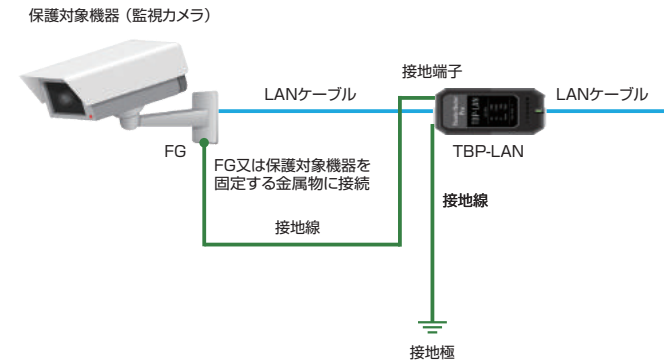
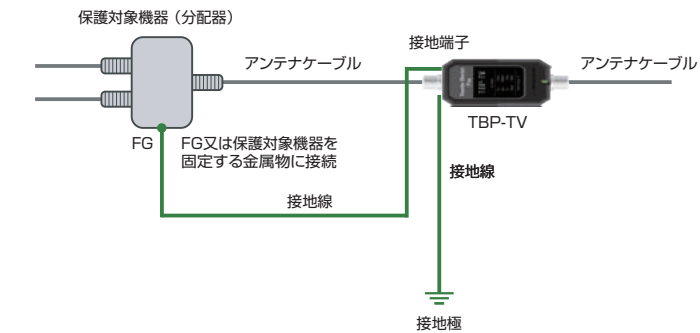
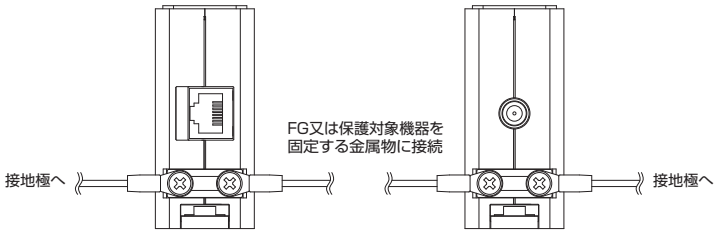

図7 PoE機器を保護する場合の使用例
図11 TVアンテナケーブルのみの機器を保護場合の使用例
図13 接地線の接続例
(2) PoE (パワーオーバーイーサネット) 機器の雷保護
図7のようにLANケーブルをLAN用SPD接続し、LAN用SPDから保護対象機器 (図では監視カメラ) 間をLANケーブル (UTP又はSTP) で接続します (この間のLANケーブルは付属しません。市販のLANケーブルをご使用ください) 。LAN用SPDの接地端子を、2mm²の接地線にて、接地極 (D種接地) または保護対象機器を固定する金属物に接続します。保護対象機器に接地端子 (FG) がある場合、LAN用SPDの接地端子と保護対象機器の接地端子とを接地線にて接続してください。保護対象機器に接地端子 (FG) はないが、STPケーブル対応 (シールド付きRJ45コネクタを有する) 機器の場合、LAN用SPDと保護対象機器とを接続するLANケーブルをSTPとすることで、接地線にて接続した場合と同等の効果が得られます。
図11のようにアンテナケーブルをTV用SPD接続し、TV用SPDから保護対象機器 (図では分配器) 間をアンテナケーブルで接続します (この間のケーブルは付属しません。市販のケーブルをご使用ください) 。TV用SPDの接地端子を、2mm²の接地線にて、接地極 (D種接地) または保護対象機器を固定する金属物に接続します。保護対象機器に、接地端子がある場合、TV用SPDの接地端子と連結してください。
- 図7および図11に示す使用例や、異なる形状のSPDと接地を連結する場合など、本製品に接地線を接続する場合、M4の圧着端子を使用して、本製品の接地端子に接続してください (図13参照)。接地線が5.5mm²の場合は、幅9.0mm以下の圧着端子 (スリムタイプ) を使用してください。